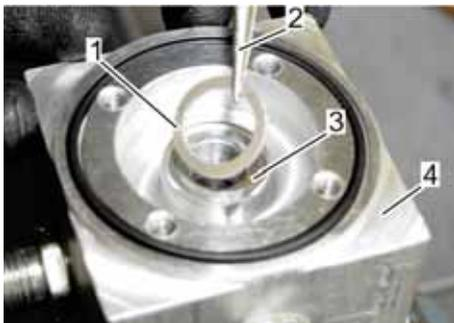

Abb. 40: Dichtring abnehmen
19. Mit einem geeigneten Werkzeug (Abb. 40/2) den Dichtring (Abb. 40/1) vom Dichtungssitz (Abb. 40/3) des Gehäuses (Abb. 40/4) nehmen.
20. Den Dichtring (Abb. 40/1) durch einen neuen ersetzen.